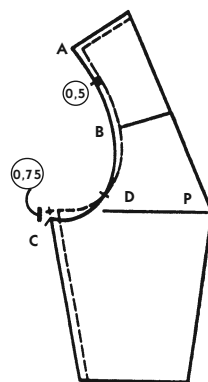

Рис. 351
- От линии груди обозначьте необходимое понижение по новой линии бокового среза, то есть на 0,75 см (засечка С на рис. 351).
- Чтобы начертить новую пройму, нужно сделать самое простое — перенести ее с базового лекала платья. Для этого совместите 2 лекала: засечку С с концом проймы платья и линии груди расположите параллельно. Скопируйте изогнутую линию от бокового среза до того места, где она пересекает пунктирную линию прежней проймы (точка D на рис. 351).
- Разделите 2 лекала и закончите чертеж проймы, как показано на рис. 351 (точки В и D). То же самое сделайте для спинки.